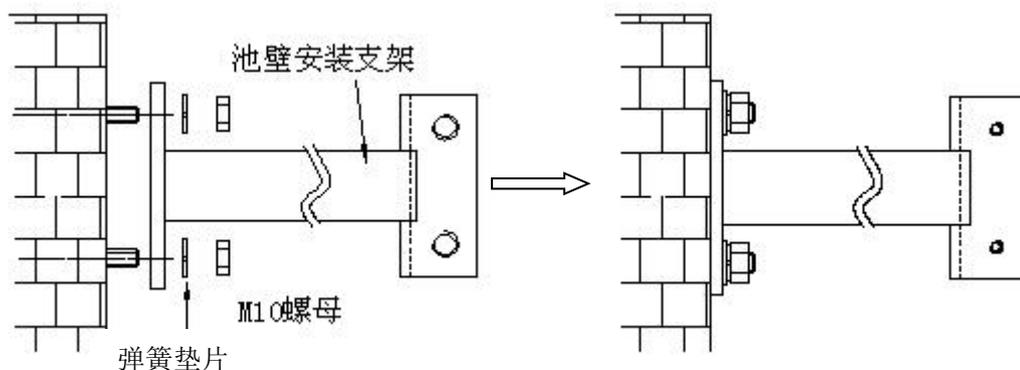

图 2-5 传感器池壁支架安装示意图
1、首先在安装传感器的池壁合适位置打入四个 M10 钢制膨胀螺栓，将如图 2-5 所示的传感器池壁安装支架通过 M10 螺母和弹簧垫片固定在池壁的螺栓上，安装完成后如图 2-5 中右图所示。